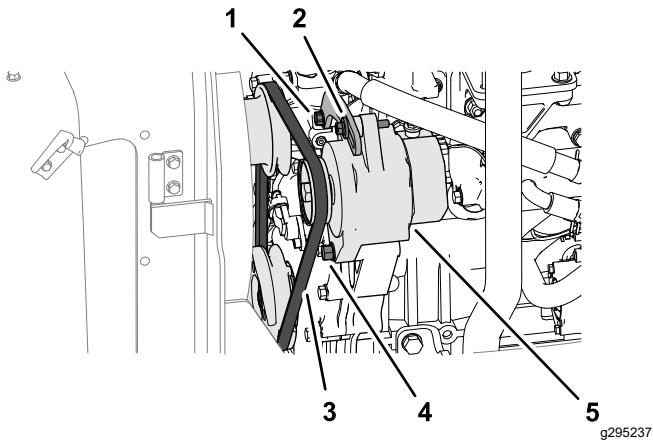

Bild 72
- Üben Sie eine Kraft von 100 N (10 kg) auf den Lichtmaschinenriemen (Bild 72) in der Mitte zwischen den Riemenscheiben aus.
- Wenn der Riemen um weniger als 10 mm ausgelenkt werden kann, lösen Sie den Drehstift und die Spannschraube (Bild 72) der Lichtmaschine und verringern Sie die Riemenspannung.
- Wenn der Riemen um mehr als 10 mm ausgelenkt werden kann, lösen Sie den Drehstift und die Spannschraube (Bild 72) der Lichtmaschine und erhöhen Sie die Riemenspannung.
**Hinweis:** Lösen Sie bei Bedarf die Spannschraube der Halterung (Bild 72).
- Ziehen Sie die Schrauben fest (Bild 72).